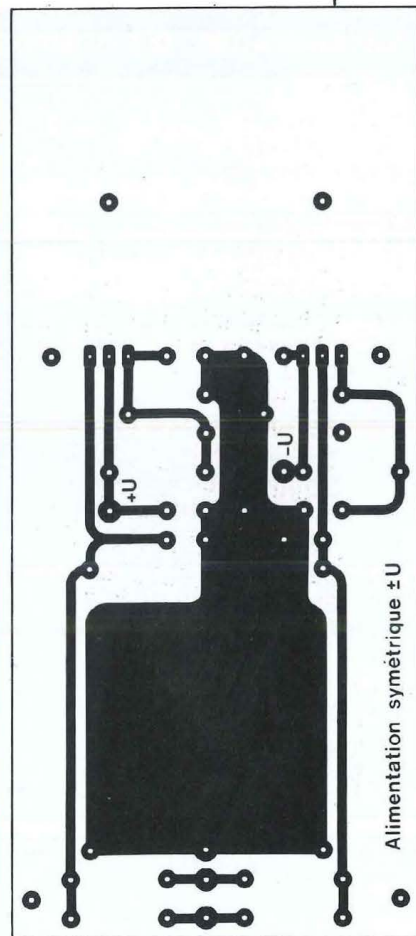

Fig. 9
- une plaquette alimentation symétrique $\pm U$ à tensions de sorties ajustables (fig. 9)